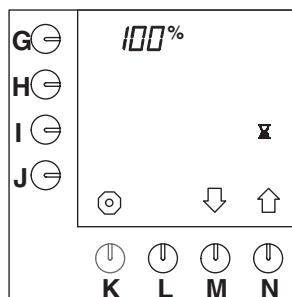

Abb. 46 Pausenzeit 100%
- Drücken Sie auf die Wahl taste (N.)⬆, bis Abb.46 im Display erscheint.